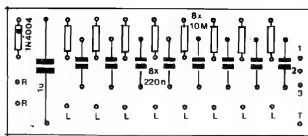

Fig. 4
- FIG. 4 - "CHAPEADO" DA MONTAGEM - De novo, o arranjo "repetitivo" do MOBILE facilita muito as coisas para o monta-